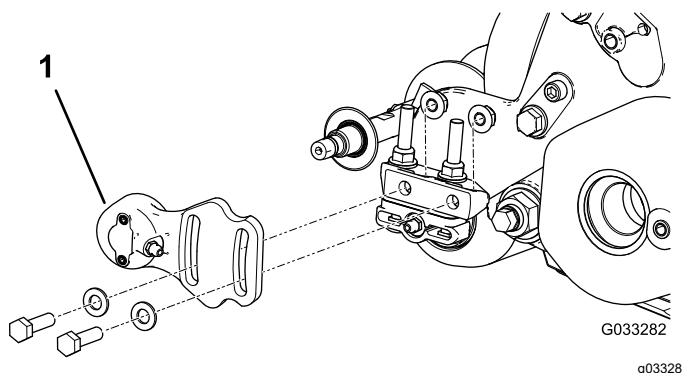
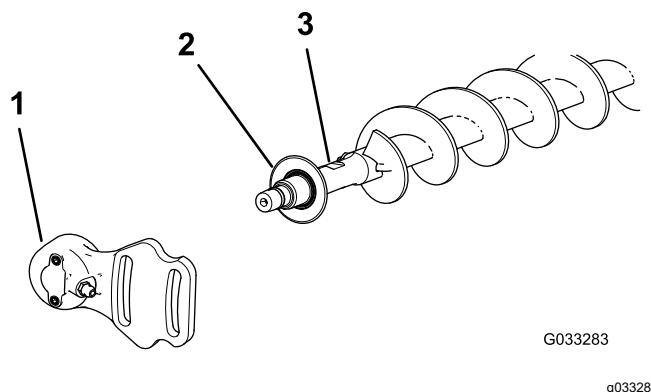

Figura 20
Figura 21
cuscinetto secondario alla staffa di montaggio dell'alloggiamento del cuscinetto (Figura 20 e Figura 21).
2. Fate scorrere l'alloggiamento del cuscinetto secondario e la guarnizione fino a estrarle dall'albero della spazzola (Figura 21).
9. Installate la guarnizione e l'alloggiamento del cuscinetto secondario sull'albero della spazzola (Figura 21).